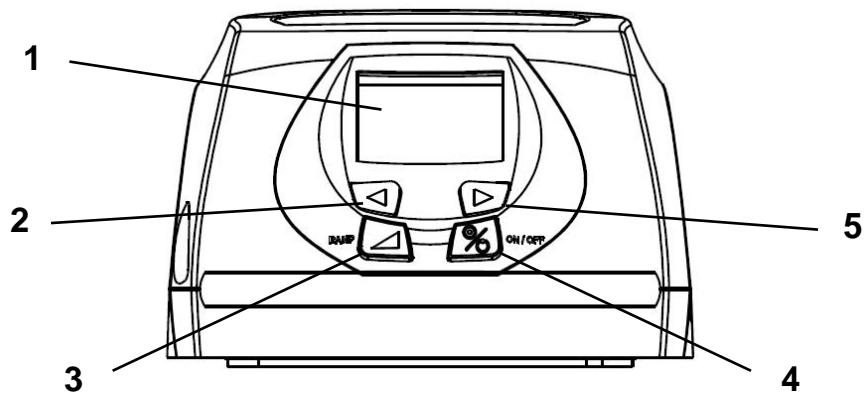
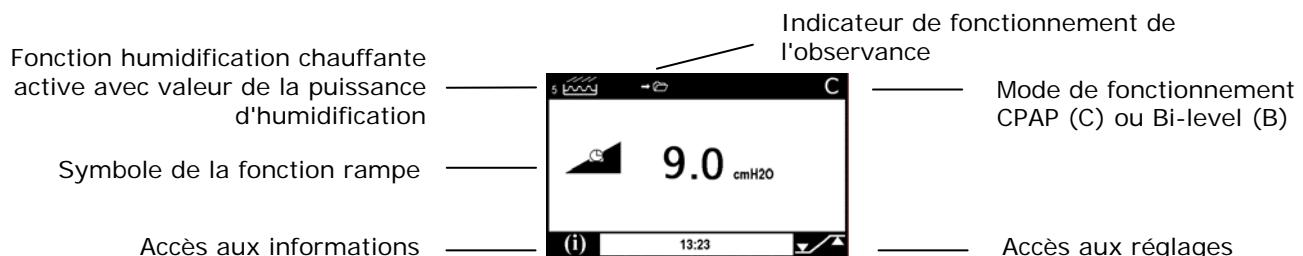

Figure 3 – Vue de la face avant
Figure 14 – Vue de l'afficheur quand l'appareil fonctionne
Appuyez sur le bouton de mise en service/veille (repère 4 de la Figure 3, page 139) pour mettre l'appareil en service. L'écran s'éclaire et la pression estimée au masque s'affiche sur l'appareil Sandman Duo™ ou Sandman DuoST™. L'afficheur restera illuminé pendant 30 secondes après le dernier appui sur une touche, cette durée n'étant pas réglable.
L'appareil **Sandman Duo™ ou Sandman DuoST™** est décrit ci-après. Il est équipé d'accessoires spécifiques et comprend une alimentation électrique intégrée. Voir les figures 3 à 7 page 139.
1. Mettez l'appareil en service en appuyant sur le bouton de mise en service/veille (repère 4 de la Figure 3, page 139). L'écran s'éclaire et affiche la pression estimée au masque avec l'appareil Sandman Duo™ ou Sandman DuoST™ (voir Figure 14).